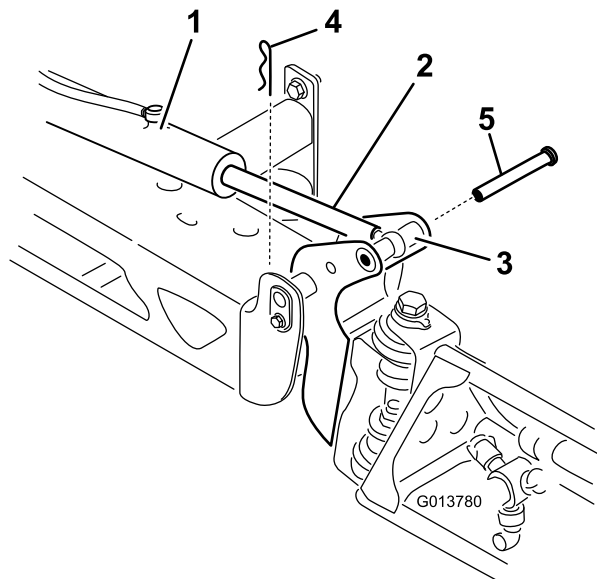

図 96
2. ピボットピンからコッターピンを抜き取る 図 96。
3. ブームを持ち上げてピン 図 96を外し、ブームをゆっくりと床面に降ろす。
9. ブームを支えながら、ブームのピボットとアクチュエータロッドにピンを通す (図 96)。